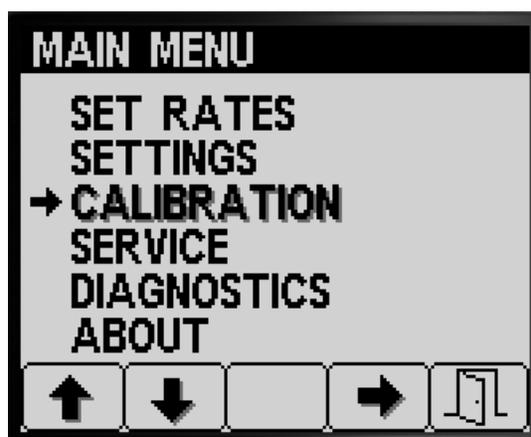

Figure 39
- Pour accéder à l'écran Étalonnage, appuyez sur le bouton 1 ou 2 dans l'écran MENU PRINCIPAL pour naviguer jusqu'à l'option ÉTALONNAGE (Figure 39).
- Appuyez sur le bouton 4 pour sélectionner le sous-menu Étalonnage (Figure 39).